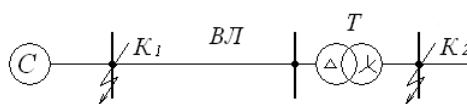

Рис. 4.1. К заданию 1
**Задание 1.** Для СЭС, схема которой показана на рис. 4.1, определить периодическую составляющую трехфазного тока КЗ ( $I''_{K2}$ ), мощность КЗ ( $S_{K2}$ ) и ударный ток ( $i_{y K2}$ ) в точке  $K_2$ . Исходные данные приведены в табл. 1. ЭДС системы ( $E''_C$ ) принять равной единице, удельное сопротивление линии электропередач  $x_0 = 0,4 \text{ Ом/км}$ .